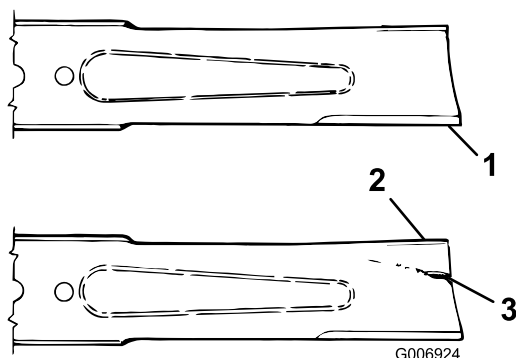

図 101
3. ブレードの切っ先を注意深く観察、特に、直線部と曲線部が交わる部分をよく観察する 図 101。
4. 磨耗が進んでいる場合 図 101 には、ブレードを交換する ブレード回転面の管理 \(ページ 66\) を参照。
ブレードの磨耗を放置すると、ブレードのセール部と平坦部との間に割れ目が発生する 図 101。この割れ目が拡大すると、最終的にはブレードがちぎれてハウジングの下から飛び出し、これがオペレータや周囲の人に重大な人身事故となる。